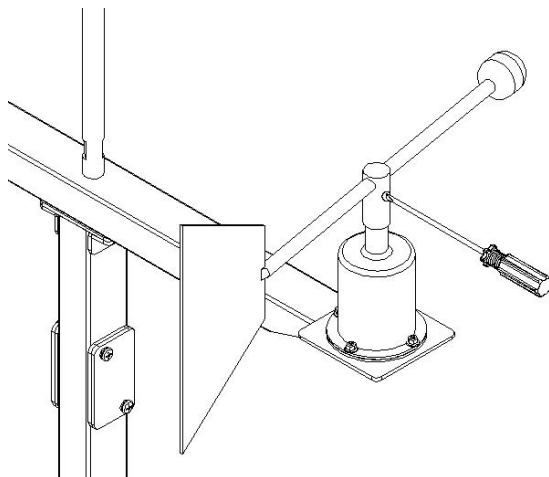

图 3-7 将风标固定于风杯上
(2) 安装时将风标插入转轴，并将风标固定在杯体上方的轴上，这时将主机接通直流电源和检测仪监控软件，调整风叶箭头对准北面，然后锁紧固定螺丝，如图 3-7；